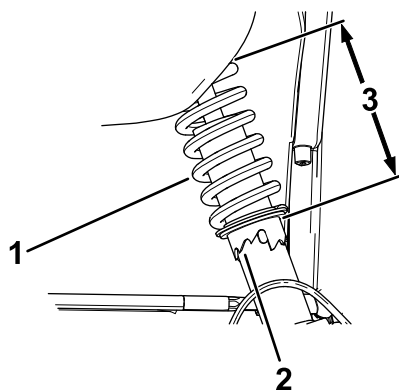

Bild 40
2. Wenn der Radsturz nicht richtig eingestellt ist, drehen Sie den Stelling am Stoßdämpfer mit einem Gabelschlüssel, um das Rad einzustellen (Bild 40).